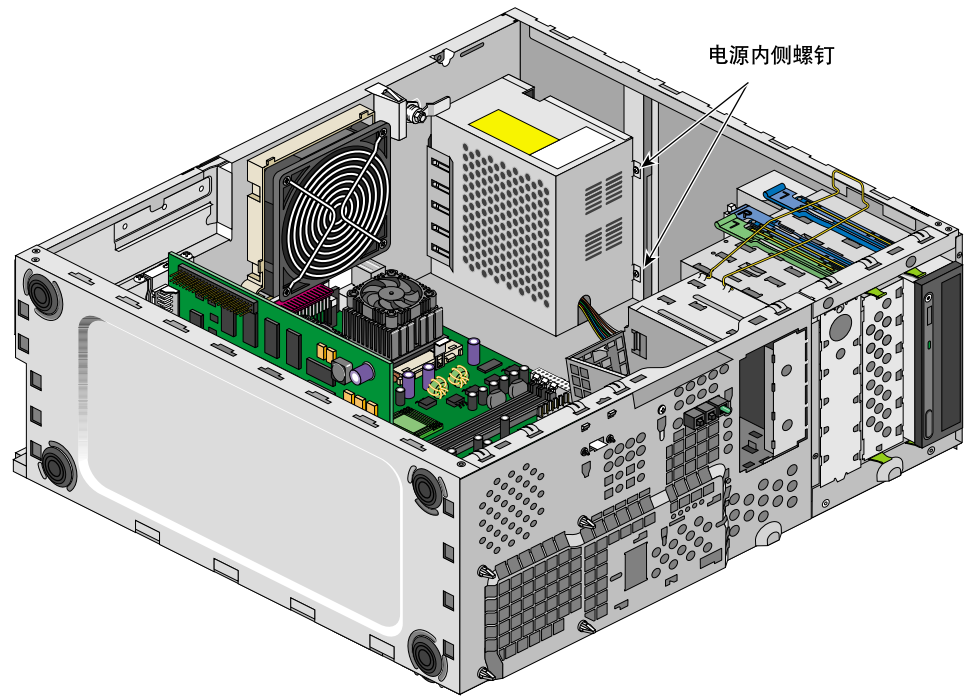

图 2-10 取下电源装置内侧螺钉
6. 取下系统上层面板内侧的螺钉。有关螺钉的位置，参见图 2-10。
10. 重新装上图 2-10 所示的内侧螺钉。